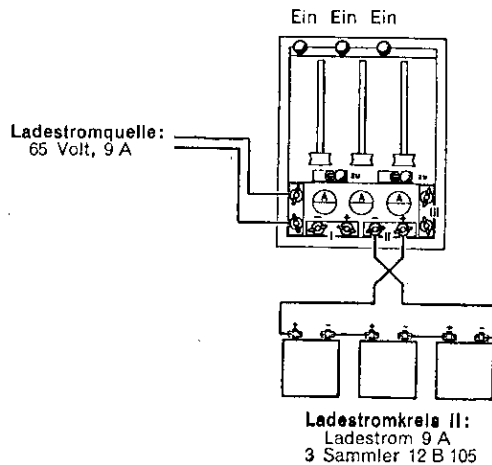

Abb. 63
3. Ein Stromkreis mit 9 A (Abb. 63).